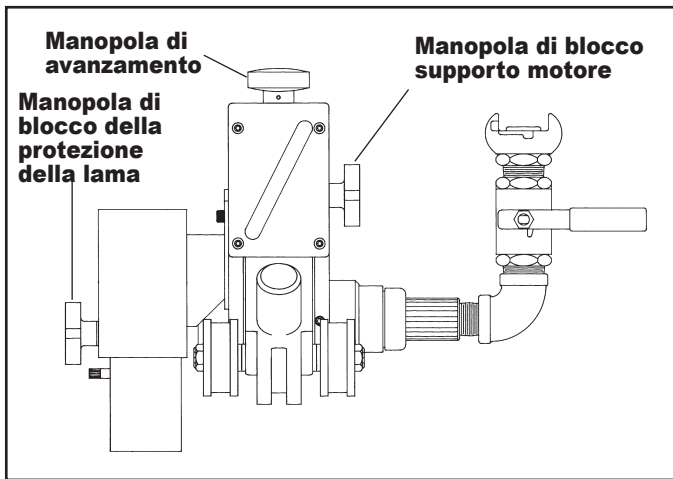

FIG. 4
1. Allentare la manopola di bloccaggio del supporto motore. (Fig. 4)
2. Arretrare il supporto motore fino alla posizione più alta ruotando la manopola di avanzamento in senso antiorario. (Fig. 4)
2. Ruotare la manopola di avanzamento della taglierina in senso orario. (Fig.4) Abbassare il motore e la taglierina fino ad avvicinarli al tubo, senza produrre un contatto. La manopola di blocco del supporto motore deve essere ben fissata, permettendo al contempo lo slittamento del supporto.
- 2.* Conoscendo lo spessore del tubo da tagliare, ruotare la manopola di avanzamento in senso orario (Fig. 4) fino a quando l'indicatore segnala la profondità della taglierina desiderata. Lasciare almeno 1/4" della lama oltre la profondità di taglio.
*A tutto ciò costituisce eccezione l'uso della fresa conica per la plastica, in quanto la taglierina resta impegnata fino a quando la fresa conica inizia a tagliare. A questo punto si potrebbe utilizzare l'indicatore del micrometro di profondità per determinare la quantità di smusso. Un impegno completo produce uno smusso pari a ¹⁵/₁₆" (Fig. 4)
3. Stringere la manopola di bloccaggio del supporto motore. (Fig. 4)
4. Stringere la manopola di blocco della protezione lama per circa 1/8" dal tubo. (Fig. 4)